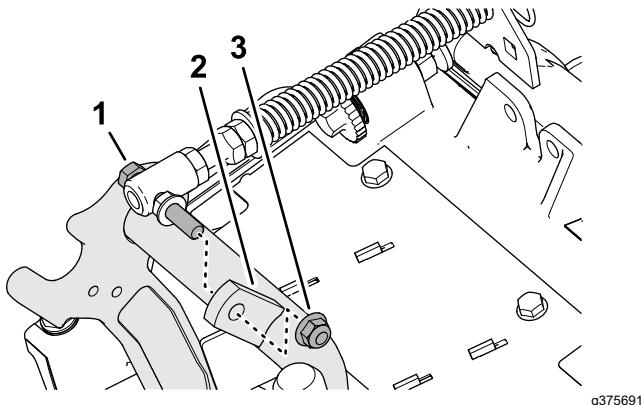

Bild 18
3. Entfernen Sie die Sicherungsbundmutter ($\frac{3}{8}$ "'), mit der die Kopfschraube der Rasenkompensierungsfeder an der rechten Lasche des Trägerrahmens befestigt ist, und nehmen Sie die Kompensationsfeder vom Mähwerk ab (Bild 18).